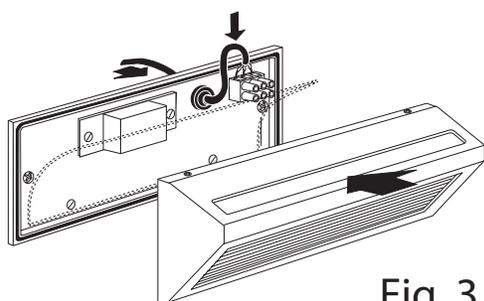

Fig. 3
- Make the network connections by means of the terminals inside the fitting. The yellow/green conductor must be connected to the earth marked by the symbol ⊕ (fig.3)
- Eseguire le connessioni di rete tramite i morsetti interni. Il conduttore giallo/verde deve essere collegato al morsetto contrassegnata dal simbolo ⊕ (fig.3) .
- Faire les connexions réseau par les bornes internes. Le conducteur jaune/vert doit être connecté à la terre marquée par le symbole ⊕ (fig.3) .
- Die Netzverbindung durch Anschließen an die innenliegenden Lüsterklemmen herstellen. Der Gelb/grüne Leiter muß an die mit dem Symbol ⊕ gekennzeichnete Erde angeschlossen werden (Abb.3).
- Efectuar las conexiones de red en los bornes interiores. El conductor amarillo/verde se debe conectar a la tierra, cuyo borne está marcado con el símbolo ⊕ (fig. 3)